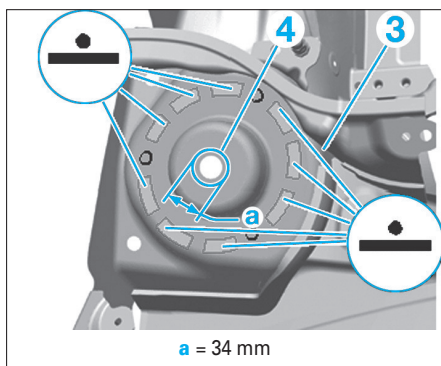

FIG. 39
• Rétablir l'accostage d'origine entre la tourelle de jambe de force (3) et le renfort de tourelle de jambe de force (4) en soudant à la pointeuse électrique.
• Agrandir l'alésage de la tourelle de jambe de force (a) (Fig.39).